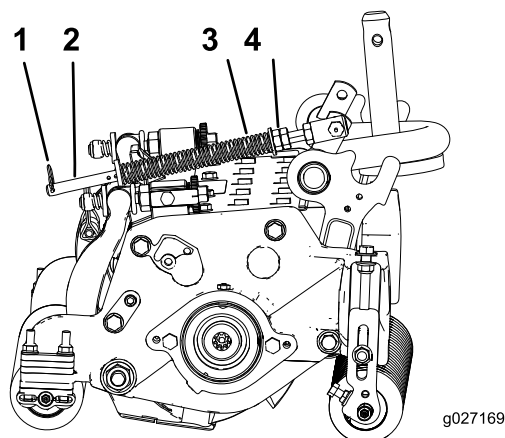

Figura 19
1. Certifique-se de que o contrapino do gancho está instalado no orifício traseiro na haste da mola (Figura 19).
2. Aperte as porcas sextavadas na extremidade dianteira da haste da mola até que o comprimento da mola em compressão seja de 15,9 cm (Figura 19).